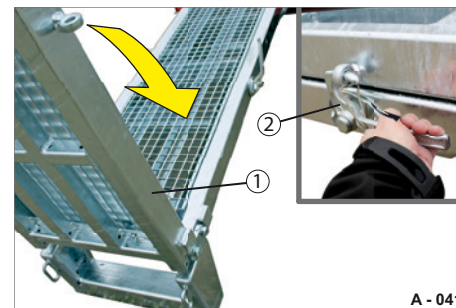

Abb. 43 Auffahrampe, zweiteilig anheben
- ▶ Öffnen Sie ggf. den Drehhebel-Verschluss (Abb. 43/2).
- ▶ Klappen Sie den oberen Teil (Abb. 43/1) der Auffahrrampe ein.
- ▶ Schließen Sie den Drehhebel-Verschluss (Abb. 43/2).